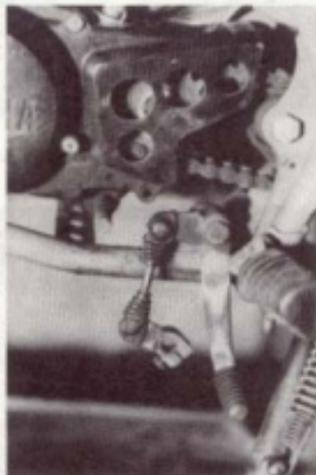

Bild 86
- Drehzahlmesserwelle demontieren: Vom Ölpumpengehäuse aus erreicht man die Schraube M6×25. Nach deren Ausbau lässt sich die Drehzahlmesserwelle aus ihrer Aufnahme im Motorblock herausziehen (Bild 86).